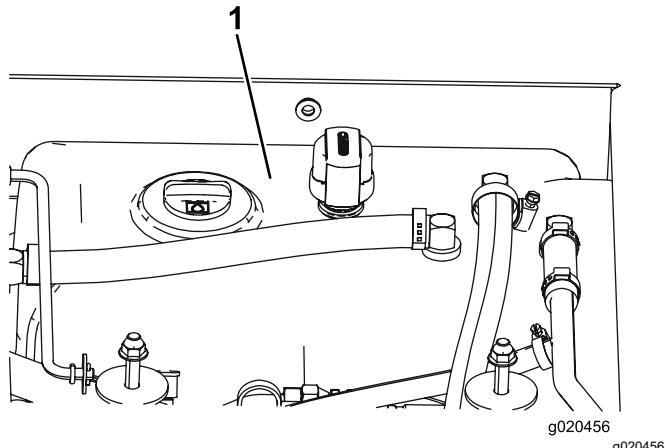

Figura 83
- Llene el depósito (Figura 83) con fluido hidráulico; consulte Comprobación del fluido hidráulico \(página 78\).